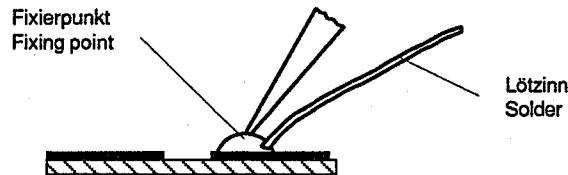

Fig. 3
Lötperle anbringen (Fig. 3).
4. Then apply a solder bead (Fig. 3).